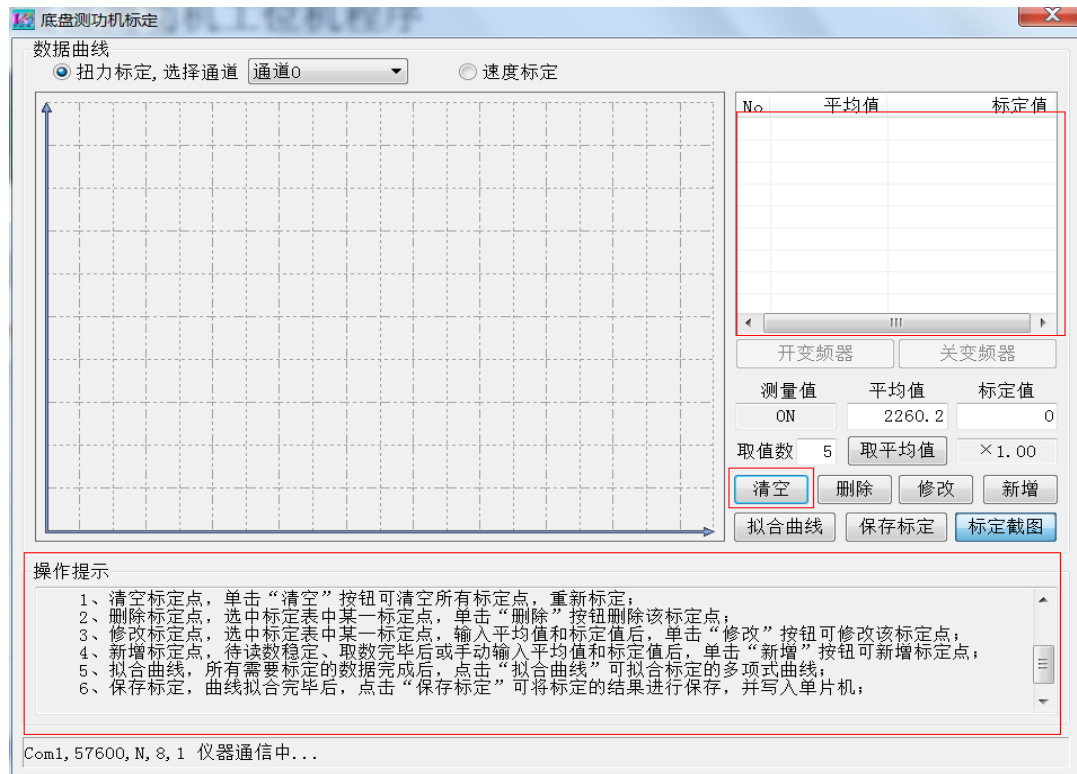

图 4.12
(4)、如图 4.12 所示：点击“清空”，清除旧的数据记录；